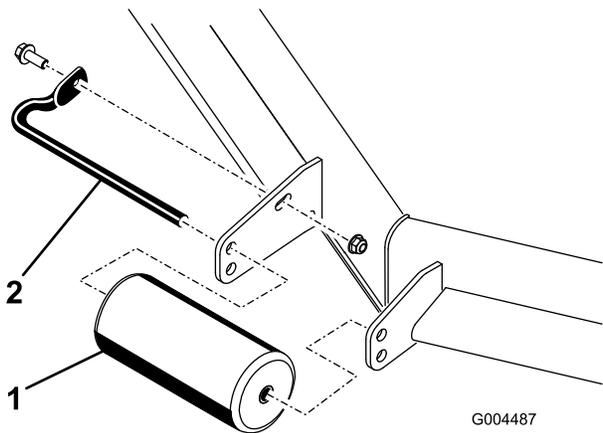
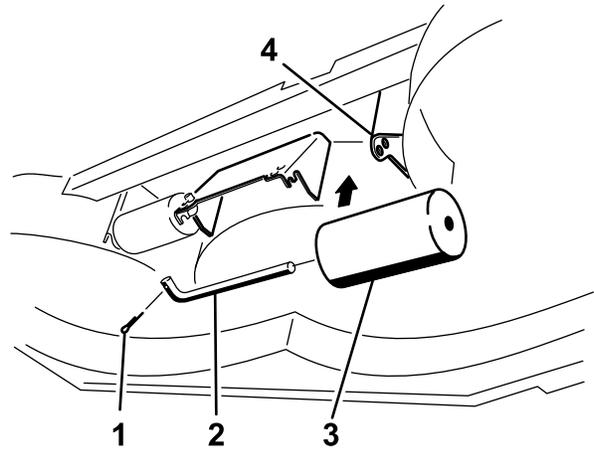

Bild 10
Bild 14
- Nehmen Sie die Befestigungen ab, mit denen jede Rolle am Mähwerk befestigt ist, und schieben Sie die Rollen nach oben oder unten, siehe Bild 10 bis Bild 14 abhängig vom Mähwerk.